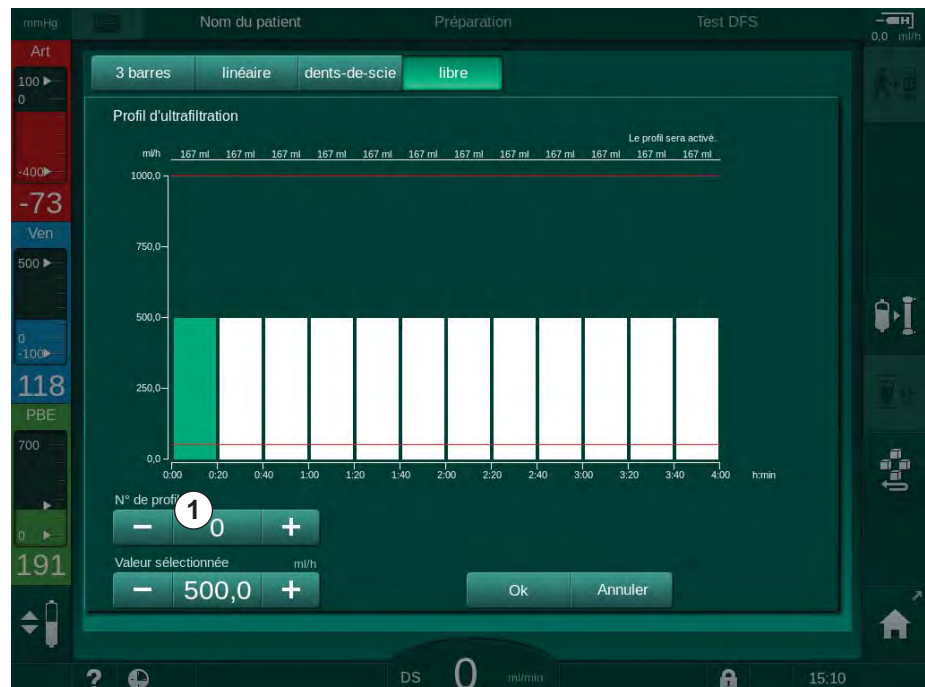

Fig. 5-15 Sélection des profils d'UF
- Pour sélectionner l'un des 10 profils librement modifiables prédéfinis, toucher la touche + ou – dans la boîte du groupe *N° de profil* (Fig. 5-15 , ① ) ou entrer le numéro de profil 1 à 10 directement dans le champ.